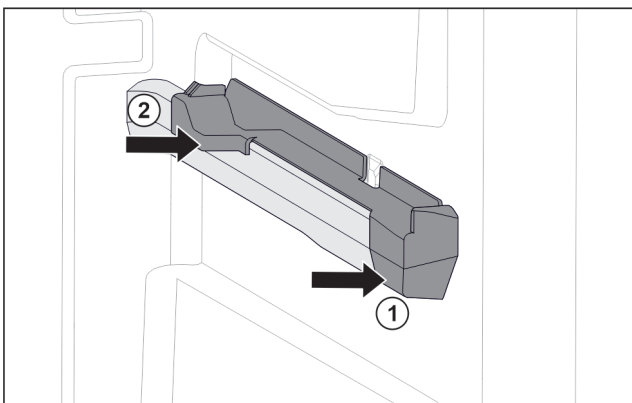

Fig. 84 Aufsteckteil auf der rechten Behälterrippe
- ▶ Aufsteckteil vorne an Behälterrippe ansetzen. Fig. 84 (1)
- ▶ Aufsteckteil hinten andrücken. Fig. 84 (2)